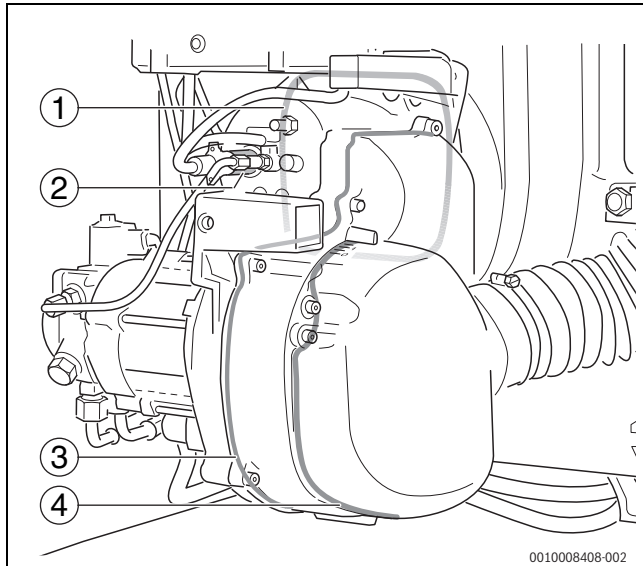

Fig. 45 Étanchéité supplémentaire
- joint plat pour la bride de brûleur (→fig. 45, [1]) ;
- support de la sonde de détection de flamme (→fig. 45, [2]) ;
- Fond du carter avec joint torique (→fig. 45, [3]) ;
- Étanchéité du silencieux (→fig. 45, 4)).